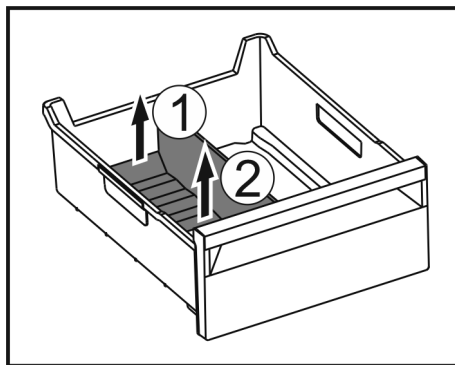

Fig. 106
- ▶ Løft opp baksiden av isrom-deleren. Fig. 106 (1)
- ▶ Ta ut isrom-deleren oppover. Fig. 106 (2)